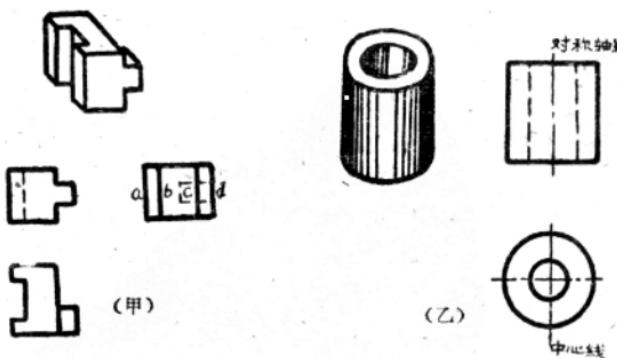

图24
1. 在零件上，眼睛能够直接看得見的輪廓，用粗實線來表示。如图24(甲) a、b、c、d等都是能直接看到的輪廓線。
2. 在零件后面，或是当中凹进的部分，如图24(甲)后面凸出的一块，图24(乙)圓筒里的輪廓，眼睛不能直接看到的，要用虛線来表示。
时，用一根点划线表示，叫对称轴线。又表示圆面的中心，用两根成垂直的点划线，叫中心线。如图24（乙）主视图及俯视图所表示的。